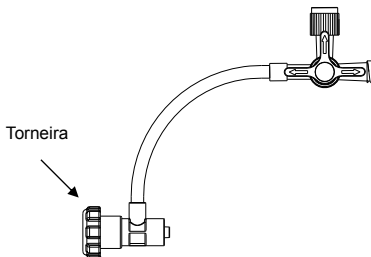

Fig.5 Válvula hemostática
- 3) Válvula Hemostática (Fig.5)